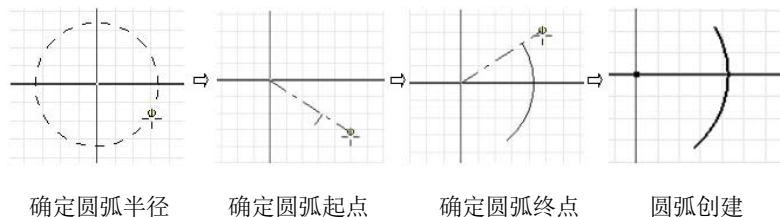

图 2-13 创建中心点圆弧示意图
(1) 创建三点圆弧的过程是: 单击【圆弧】工具旁边的下拉箭头, 然后单击【三点圆弧】工具 , 在图形窗口中单击以创建圆弧起点, 然后移动光标并单击以设置圆弧终点, 这时候就可移动光标以预览圆弧方向, 然后单击以设置圆弧上一点, 这样, 三点圆弧就创建成功了。
(2) 创建中心点圆弧的过程是: 单击【圆弧】工具旁边的下拉箭头, 然后单击【中心点圆弧】工具 , 在图形窗口中单击以创建圆弧中心点, 然后移动鼠标以改变圆弧的半径和起点, 单击以确定, 接着移动鼠标预览圆弧方向, 最后单击设置圆弧终点, 此时圆弧创建成功。创建中心点圆弧的顺序如图 2-13 所示。